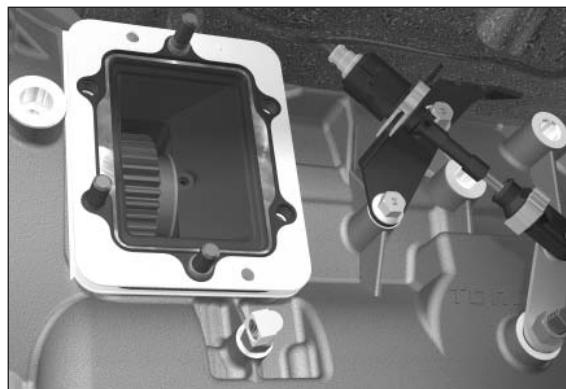

Figura 12
13. Instale la empaquetadura suministrada con la PTO sobre los pasadores y contra el adaptador con engranajes. (Figura 12)